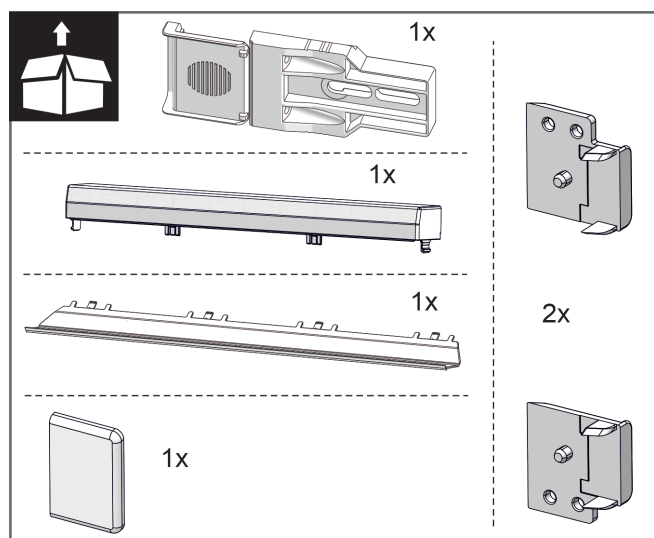
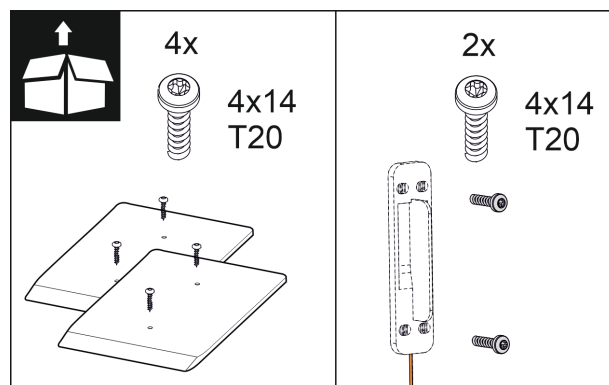

Fig. 10
Fig. 16
2. Montageteile im Beipack überprüfen. Fig. 10 () bis Fig. 16 ()
Montageteile im Beipack Fig. 10 () bis Fig. 16 ()